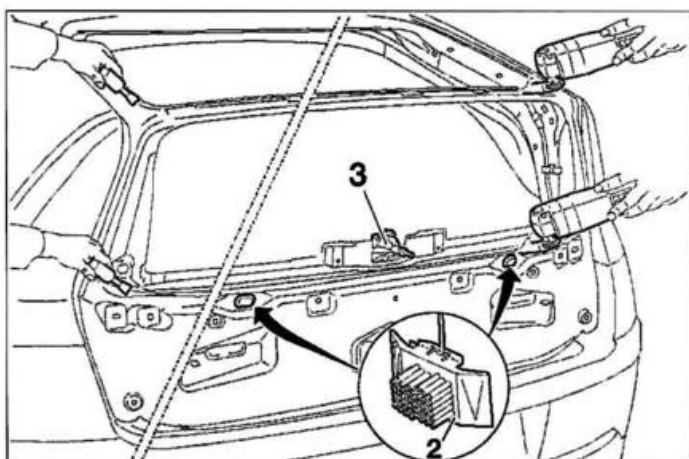
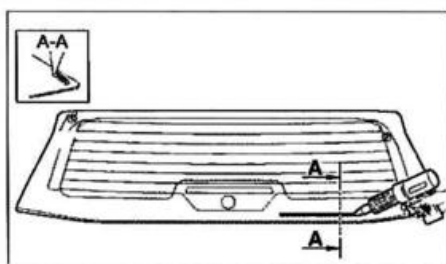

FIG. 92
FIG. 93
- Enrasar el restante de cola en el portón con la cuchilla eléctrica o una espátula (fig. 92).
- Sustituir los separadores (2) según su deterioro.
- Colocar el mecanismo de limpiaparabrisas tras. (3).
- Colocar un cordón de cola en la luneta vertical como se ilustra (fig. 93).